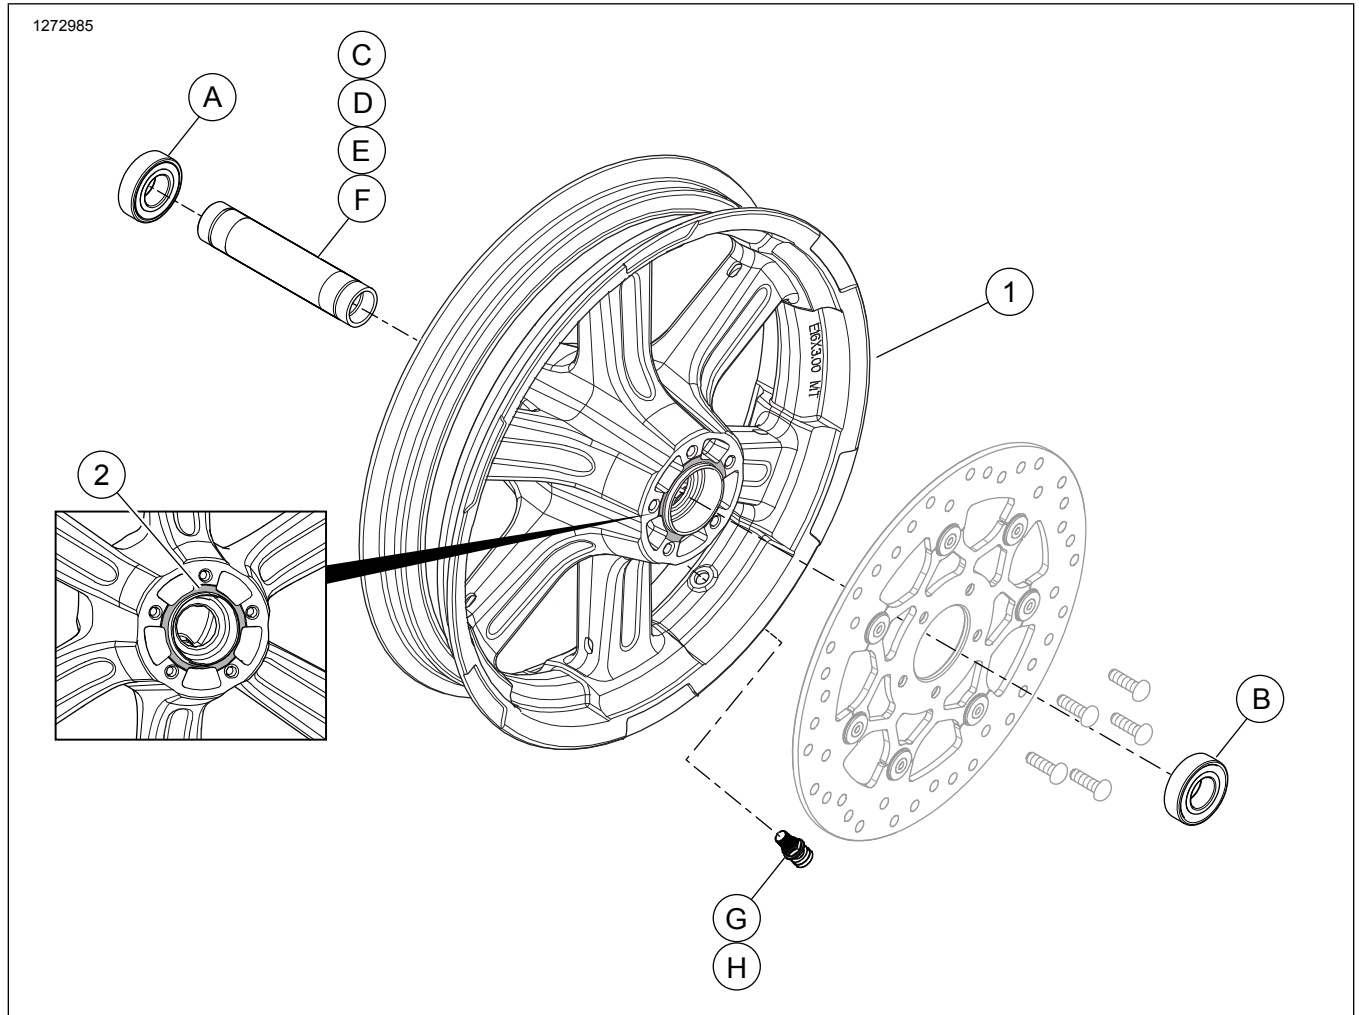

Abbildung 2. Ersatzteile: Vorderradsatz
Dieser Satz enthält nur ein Custom-Rad. Siehe Abbildung 2 und Tabelle 3 für Inhalt des Satzes.
2. Siehe Abbildung 2 >. Die Ventilschaft-Baugruppe (H) am Rad anbringen. Siehe das Werkstatthandbuch.